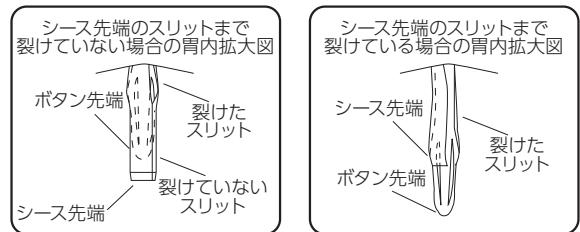

図10
- 内視鏡下でボタンの内部バンパすべてが胃内に挿入されたことを確認後(図9)、ボタンの内部バンパが胃内から抜けないようにオプチュレータを確実に固定把持し、シースのコネクタを引っ張り、スリットを引きながらシースを体外へ抜去する。なお、シースの留置状態、ボタンの有効長などにより、ボタン挿入時にシース先端のスリットまで完全に裂ける場合がある。(図10)